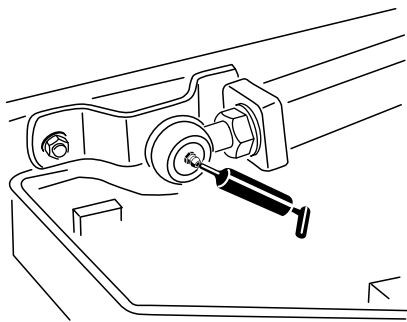

Bild 70
- Zwei Hubarm-Kugelgelenke (Bild 70)